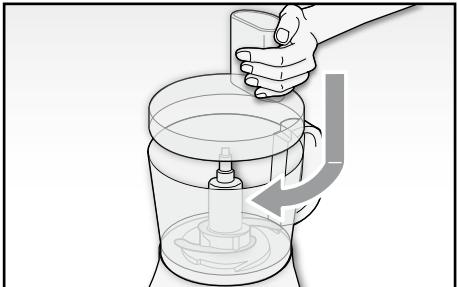

Fig. 7
- Tagliare gli alimenti a piccoli pezzi (1,5 x 1,5 cm) e inserirli nella ciotola (P) o nel caso si desideri impastare, inserire gli ingredienti.
- Inserire il coperchio (O) sopra la ciotola (P) allineando la tacca presente all'interno della ciotola (P) col simbolo (▣). Bloccare il coperchio (O) a scatto ruotandolo in senso orario (●) (Fig. 7).
- Mettere in funzione l'apparecchio selezionando la velocità di rotazione della lama tramite la manopola di funzionamento (A).